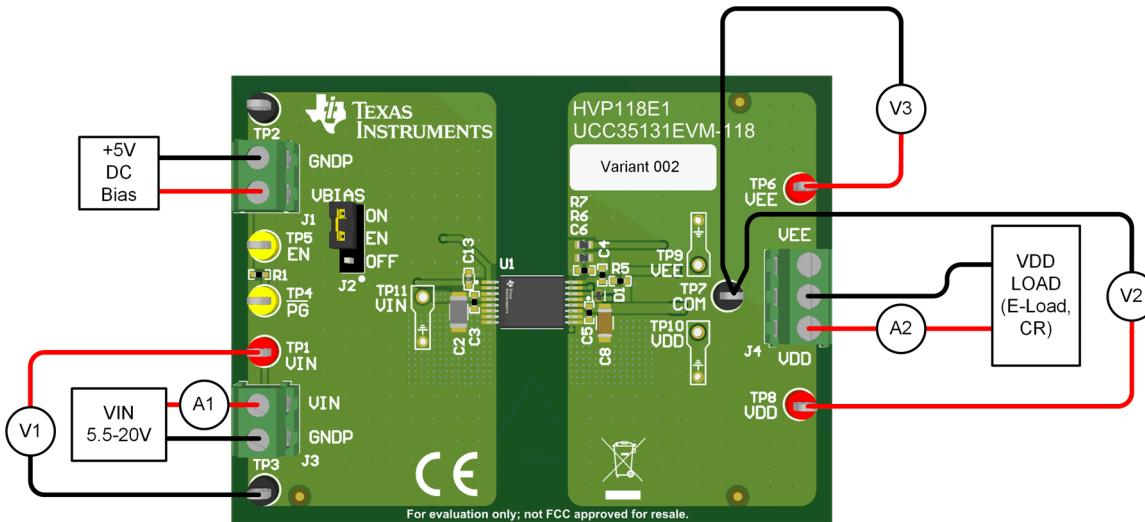

图 2-1. 典型效率测量设置
UCC35131EVM-118 利用螺丝接线端快速连接至 V_{IN} 、 V_{DD} 和 V_{EE} 。连接适当的电流表和电压表，如图 2-1 所示，以便可以进行准确的 EVM 效率测量。
- 在 J4:1 (V_{DD}) 和 J4:2 (COM) 之间连接一个可变负载。如果使用电子负载，则设置为恒定电阻 (CR) , 450Ω (约 500mW)。在 EVM 通电之前，将负载保持为禁用状态。
- 在 J4:2 (COM) 和 J4:3 (V_{EE}) 之间连接第二个负载。如果使用电子负载，则设置为恒定电阻 (CR) , $2.5\text{k}\Omega$ (约 10mW)。在 EVM 通电之前，将负载保持为禁用状态。由于所需的负载较小，因此可以在 J4:2-3 之间连接一个 500mW 的穿孔负载电阻器。
- 当设置在低 mA 范围内时，某些电子负载无法调节/稳定 CC。通过插入电流表来监测输入电流和负载电流，如图 2-1 所示。电流探头可以与示波器结合使用，以验证由电子负载调节的直流电流的稳定性。